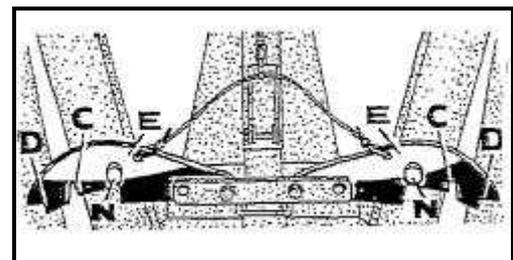

Abbildung 20
- Die Klinken nach Abb. 20 einrasten lassen. Auf korrekte Verriegelung achten.